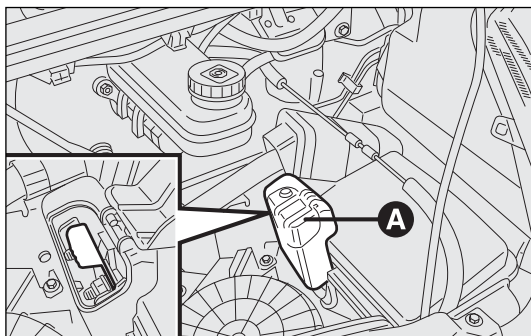

fig. 163
- ☐ levantar la tapa A para poder alcanzar la conexión al polo positivo de la batería fig. 163;